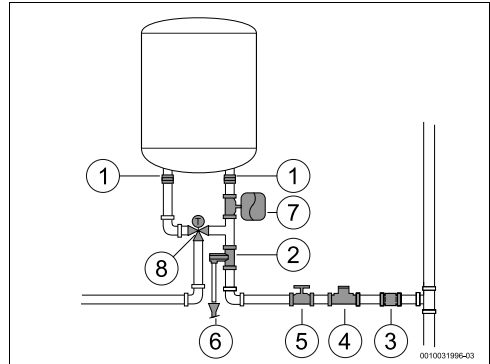

Fig. 11 Branșamentul de apă
Pentru prevenirea deranjamentelor provocate de variații bruște ale presiunii, se recomandă montarea unei supape de refulare a rezervorului în amonte la alimentarea cu apă (Fig. 11, [7]).
- ▶ Montați supapa de siguranță la bransamentul de apă rece al boilerului (Fig. 11).
- ▶ instalarea unei supape reductor de presiune (Fig. 11, [4]). Supapa de preaplin se va activa atunci când presiunea apei din aparat depășește 8 bari (± 1 bar), motiv pentru care este necesară planificarea unui mod de scurgere a acestei ape.
- ▶ Instalați un vas de expansiune (Fig. 11, [7]) pentru a opri deschiderea supapei de preaplin în mod frecvent. Volumul vasului de expansiune trebuie să fie echivalent cu 5% din volumul aparatului.
- ▶ Închideți robinetul de închidere al apei (→Fig. 11).